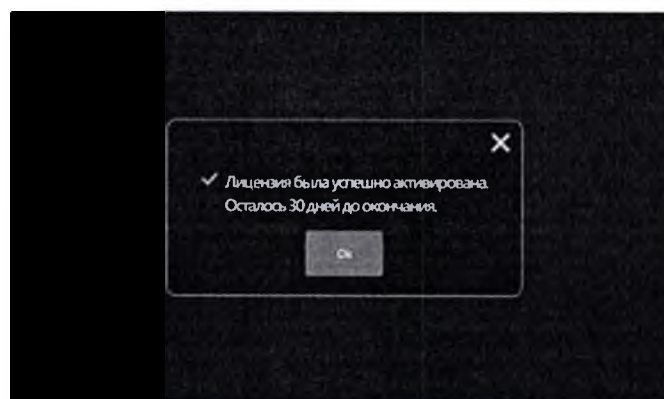

Рис. 3.28 – Информация о сроке действия лицензии
3.6.2 После введения лицензионного ключа на экране появляется окно, сообщаящее об успешной активации и сроке действия лицензии (рис. 3.28). Если срок Вашей лицензии истек, обратитесь в сервисный центр, указав код устройства.